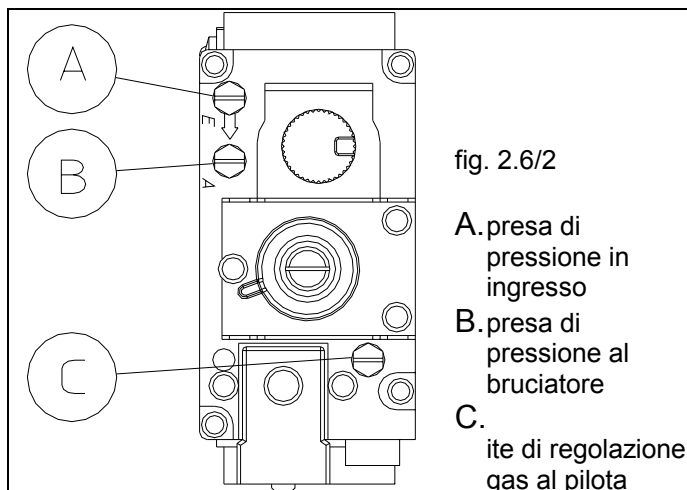

fig. 2.6/2
con l'apparecchio in funzione, togliere il tappo protettivo **A** (fig. 2.6/4), girare la vite di regolazione **B** fino a quando la pressione corrisponde a quella riportata nelle tabelle sopra; in senso orario la pressione di uscita aumenta, in senso antiorario diminuisce.
Il tappo **A** (rif. fig. 2.6/4) è stato sostituito con l'apposito tappo senza foro **C**, mentre la vite di regolazione **B** è stata avvitata a fondo in senso orario.
Qualora sia necessario regolare la portata del gas al bruciatore pilota (per esempio se la fiamma del bruciatore pilota è troppo bassa e non è bene a contatto con la termocoppia) agire come segue: ruotare la vite C di fig. 2.6/2; in senso orario per diminuire la portata, antiorario per aumentarla.
8. Regolare la portata del gas al bruciatore pilota affinché la fiamma del bruciatore pilota sia bene a contatto con la termocoppia; a tale scopo agire sulla vite C di fig. 2.6/1: in senso orario per diminuire la portata, antiorario per aumentarla.